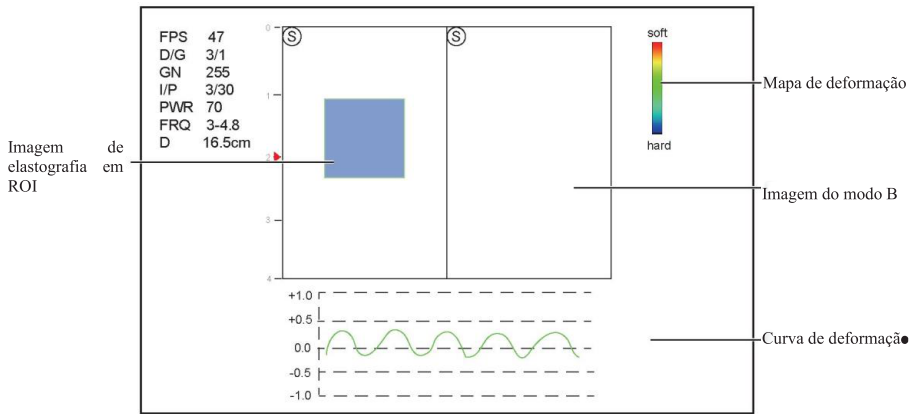

Figura 7-1 Tela de imagem de elastografia
3. Toque em **Elasto** na tela sensível ao toque para inserir a imagem de elastografia. Como mostra a Figura 7-1, a imagem de elastografia é exibida à esquerda e uma imagem em modo B em tempo real é exibida à direita. Toque na tela sensível ao toque para entrar na exibição de tela dividida simples ou dupla.